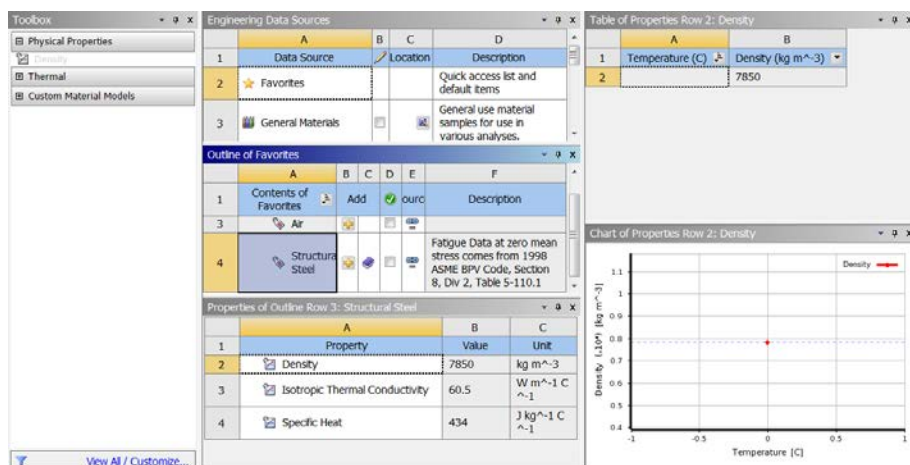

图 22-3 工程数据库界面
2) 在界面的空白处右击, 在弹出的快捷菜单中选择 “Engineering Data Sources”, 此时原界面窗口中的 Outline of Schematic A2: Engineering Data 消失, Engineering Data Sources 及 Outline of Favorites 窗口出现, 如图 22-3 所示。